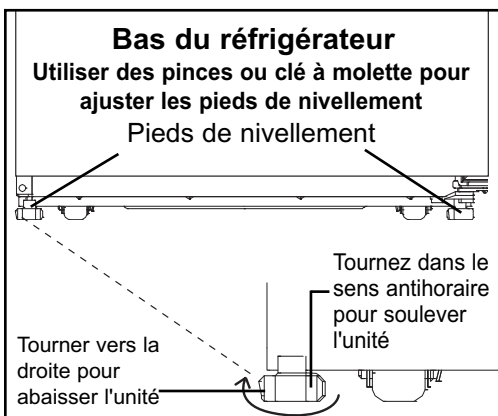

Fig.5.
Pour éviter la vibration, l'appareil doit être absolument horizontal. Les deux premiers pieds de nivellement au dessous du réfrigérateur peuvent être ajustés. (voir Fig.5.)
- 9) Retirez la butée de porte de la porte du réfrigérateur et mettez-la sur le côté opposé. **Figure 5**.